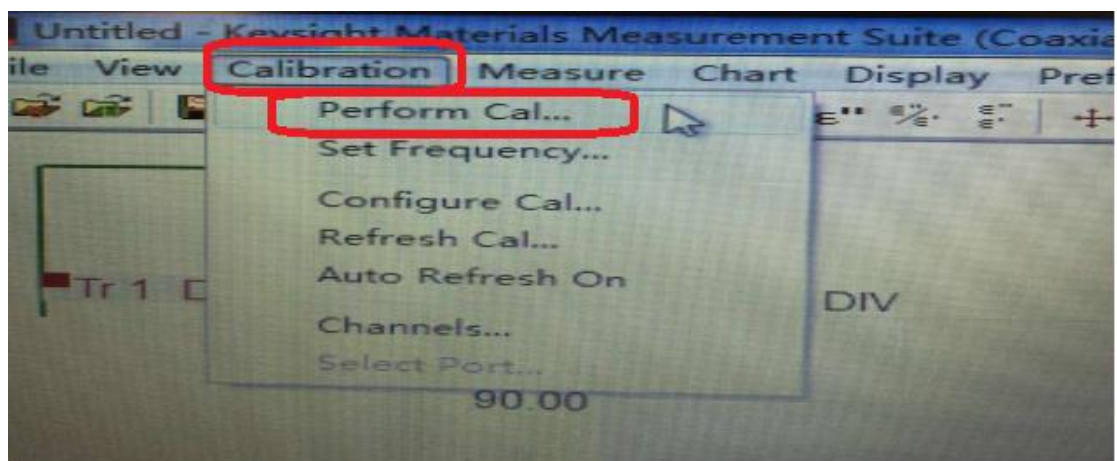

图 11.校准参数设置
- (4) 设置完毕后，如图 11 所示，选择【Calibration】下的【Perform Calibration】之后安装软件上给出的提示，分别用空气、短路器件、去离子水对仪表进行校准。